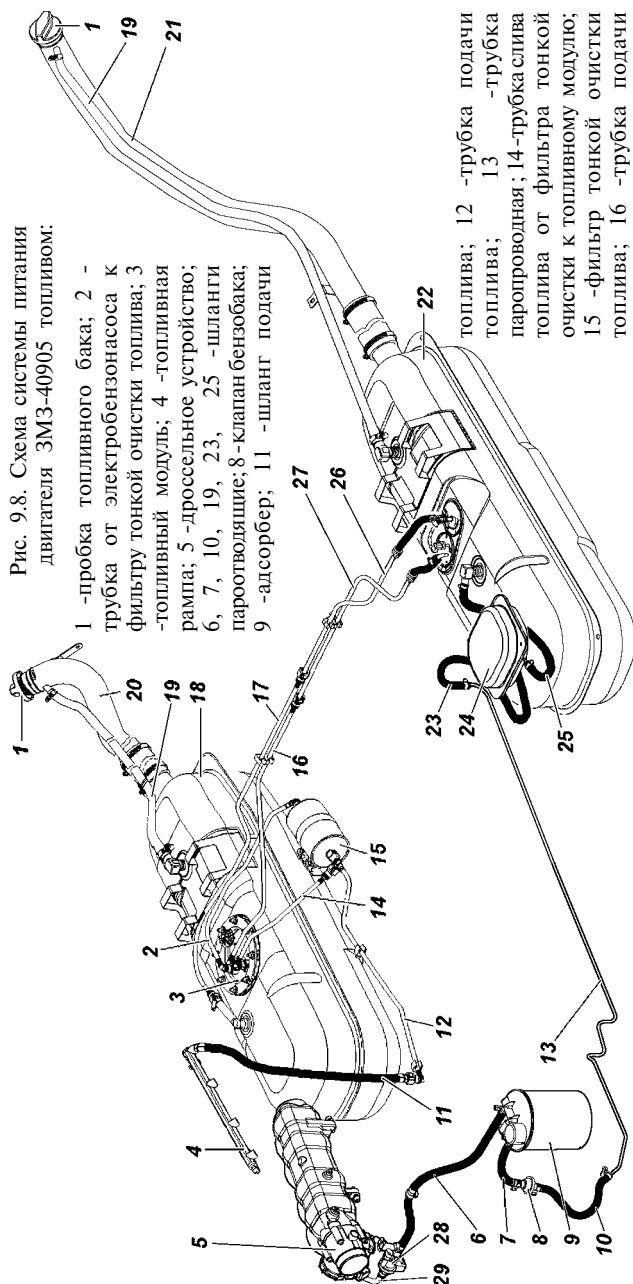

Рис. 9.8. Схема системы питания двигателя 3МЗ-40905 топливом:
Топливные баки 18, 22 (рис. 9.8). Обслуживание топливных баков заключается в периодической промывке фильтра топливного модуля (правый бак), промывке фильтра приемной трубки указателя уровня топлива (левый бак) и промывке самих баков.
- откройте люк в полу кузова над топливным модулем 3 или отверните болты крепления сепаратора 24 (рис. 9.8) и выньте его, отсоедините от него шланги;
Топливный модуль 3 (рис. 9.8) погружного типа, включающий в себя электробензонасос, сетчатый фильтр, струйный насос, регулятор давления и датчик указателя уровня топлива. Установку топливных трубок производить до "щелчка" запорной пружины быстросъемного соединителя.